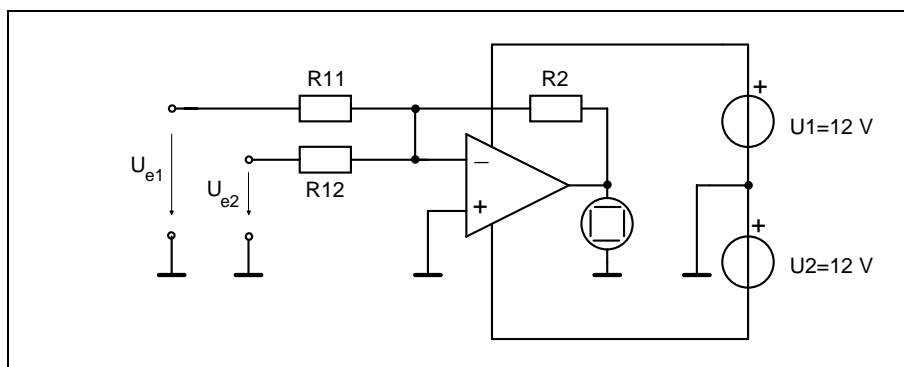

Bild 2: Addierschaltung
2.2. Dimensionieren Sie die Schaltung des invertierenden Addierers nach Bild 2 (Bauelemente mit Normwerten) für folgende Bedingungen:
Übertragen Sie die in Punkt 2.2. berechneten Widerstandswerte in die Schaltung im Bild 2. Ergänzen Sie die Schaltung durch einen Spannungsteiler, mit dem die Spannung U_{e1} aus den Betriebsspannungen U_1 und U_2 gewonnen wird und in dem berechneten Bereich einstellbar ist. Verwenden Sie die vorhandenen Bauelemente. Als Spannungsquelle für U_{e2} nutzen Sie einen Funktionsgenerator. Bauen Sie die Schaltung auf.